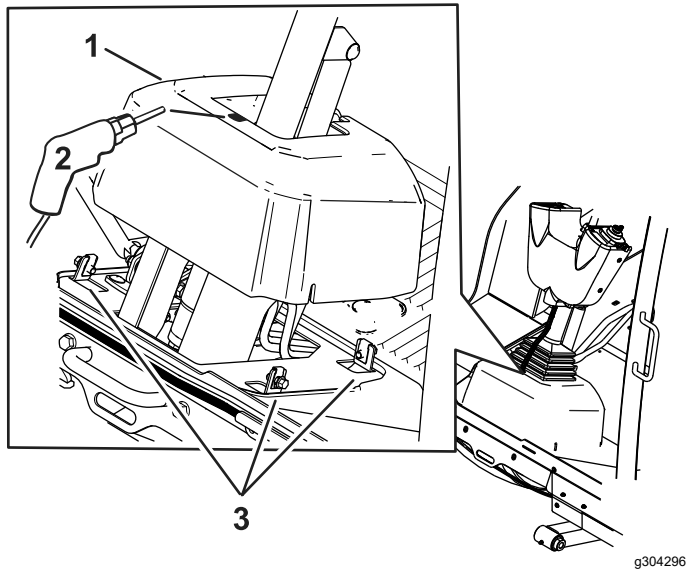

Figura 9
8. Afloje los pernos alrededor de la base de la columna de dirección (Figura 9).
9. Eleve la base y realice un taladro de 22 mm, tal y como se muestra en la Figura 9.